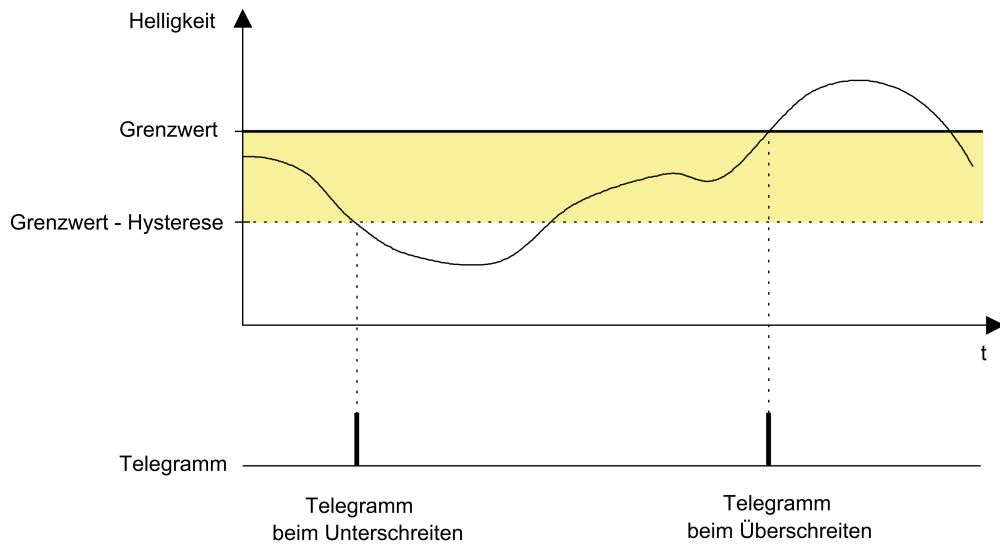

Bild 64: Beispiel 1 zur Grenzwertdefinition
1. Helligkeitsgrenzwert = Obere Schwelle (siehe Bild 64)